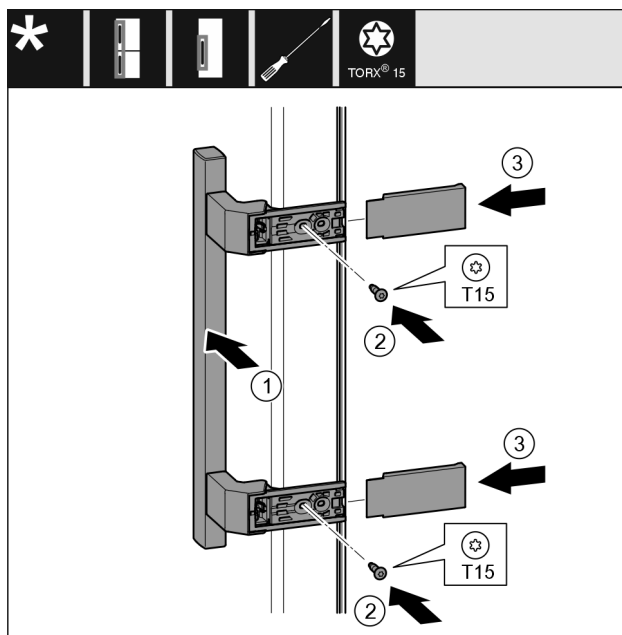

Fig. 55
- Applicare la maniglia Fig. 55 (1) sul lato opposto.
- Stringere le viti Fig. 55 (2) con un cacciavite.
- Applicare le coperture Fig. 55 (3) lateralmente e spingerle in sede.